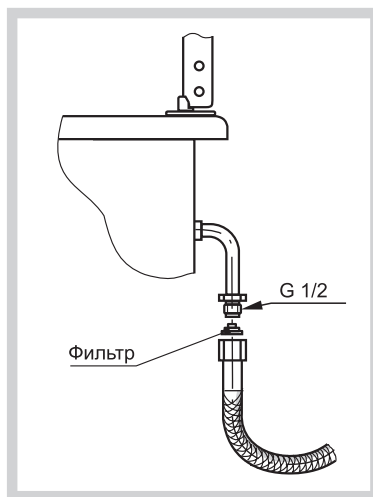

Рис.12
- выбранный шланг должен иметь документ, указывающий дату изготовления, срок службы и замены, и установлен в соответствии с рис. 12;